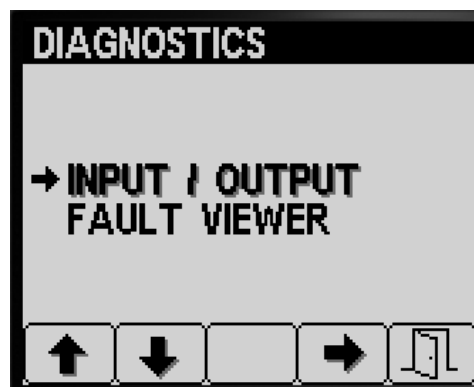

Рисунок 84
1. Нажимайте кнопку 1 или 2 на экране Diagnostics (Диагностика), пока не перейдете к пункту INPUT/OUTPUT (ВХОДНЫЕ/ВЫХОДНЫЕ ПАРАМЕТРЫ) (Рисунок 84).
- Нажмите кнопку 3 для выбора пункта INPUT/OUTPUT (Входные/выходные параметры) (Рисунок 84).
- Нажмите кнопку 5, чтобы выйти из экрана INPUT/OUTPUT (Входные/выходные параметры) и вернуться на экран DIAGNOSTICS (Диагностика) (Рисунок 84).